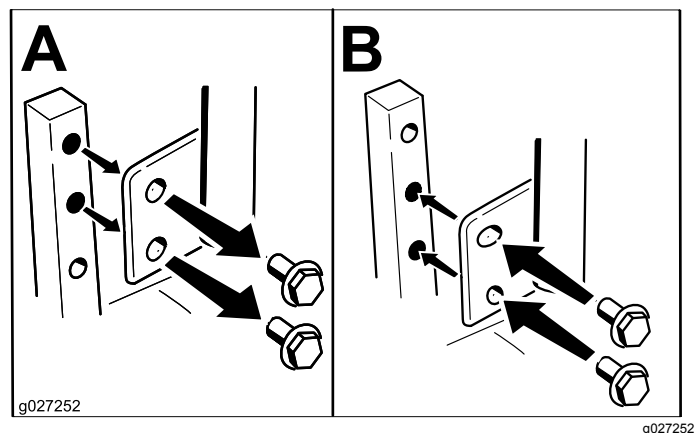

Figure 13
Vous pouvez ajuster la hauteur des leviers de commande de déplacement en fonction de votre taille (Figure 13).
2. Desserrez le boulon inférieur jusqu'à ce qu'il soit possible de faire pivoter le levier de commande en avant ou en arrière (Figure 13).